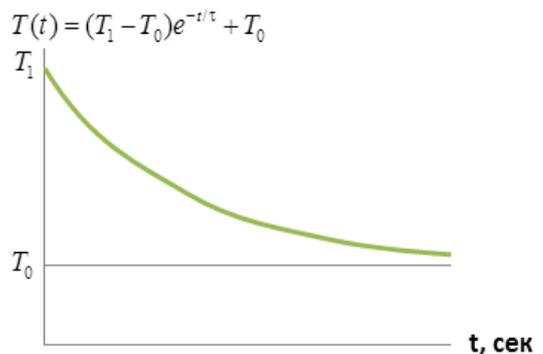

Рис.14. Зависимость температуры от времени при охлаждении образца.
Решение уравнения (9) – зависимость температуры охлаждения образца за счет теплообмена имеет вид (рис.14):